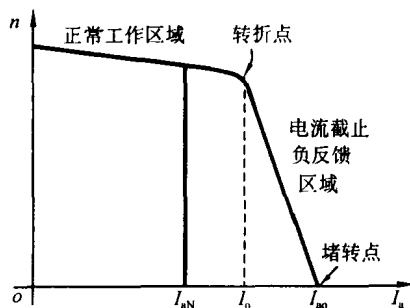

图 14.2.6
3. 作用是当电动机严重过载时, 人为地造成“堵转”, 防止电枢电流过大而烧坏电动机。转速特性  $n = f(I_a)$  如图 14.2.6 所示。  $I_0$  以前为稳定运行的硬特性区;  $I_0$  以后为软特性,  $n$  迅速下降, 而  $I_a$  却增加不多, 起到了“限流”作用。其中:  $I_0 = KI_{aN} = 1.35I_{aN}$ ,  $I_{a0} = (2 \sim 2.5)I_{aN}$ ,  $U_b \leq KI_{aN}R - U_{b0}$ 。